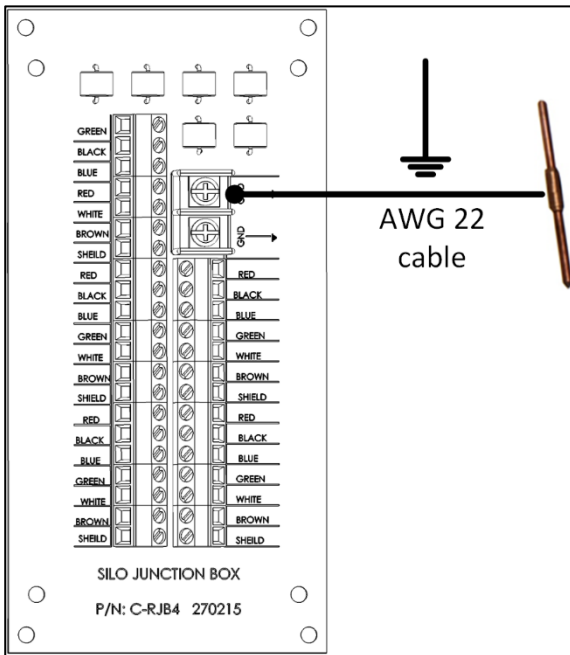

Figure 5: RJB-4 Connected to Grounding Rod
- AWG 14 (толстый) кабель, используемый для заземления бункера (рис. 5)